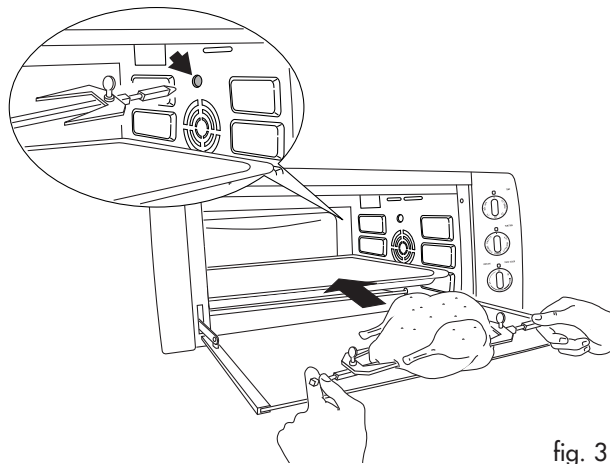

fig. 3
- Insérez la lèche-frite (H) dans la glissière 3 et s'assurer que la broche (I) est correctement introduite dans le Logement du tournebroche (fig. 3).